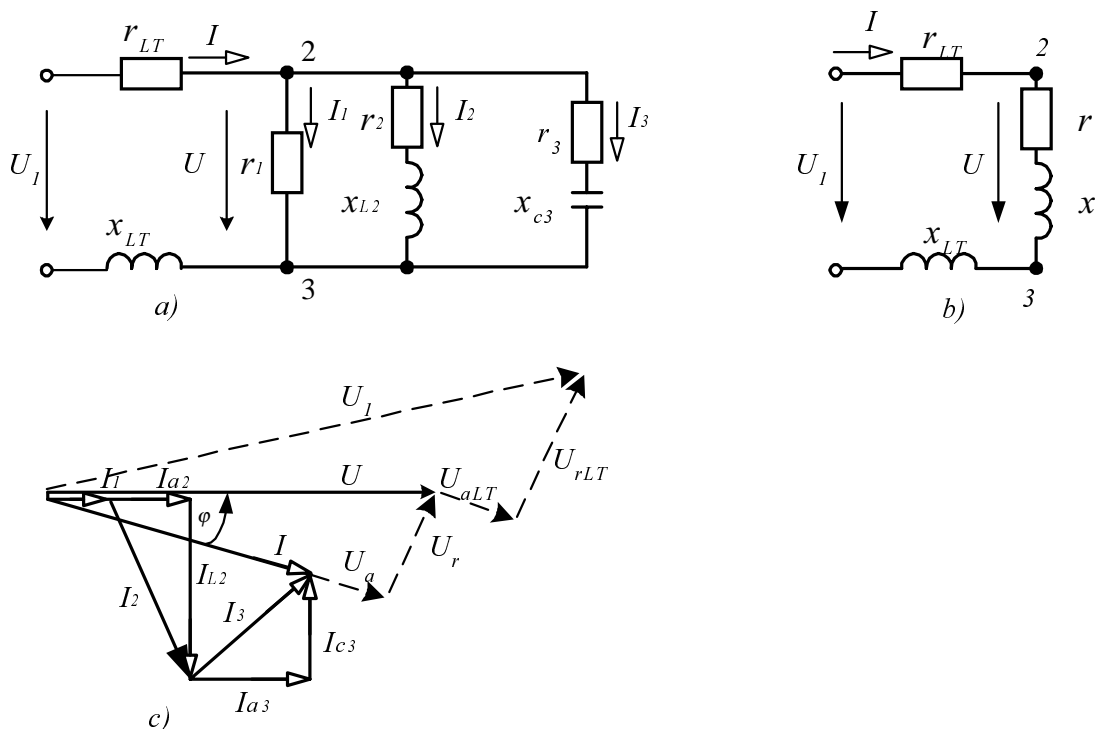

Fig. 2.2
A l'extrémité de ligne de transport d'énergie électrique (LT) (fig. 2.2) (la résistance active r_{LT} et inductance x_{LT}), sont branchées en parallèles récepteurs: 1) le fourneau chauffant (la résistance active r_2 et inductance x_{L2}), 2) le moteur monophasé, 3) le filtre activement – capacité (la résistance active r_3 et capacité x_{c3})
Le schéma équivalent du circuit est amené pour le fig. 2.2.,b.
Le diagramme vectoriel du circuit est construit pour le fig. 2.2,c.